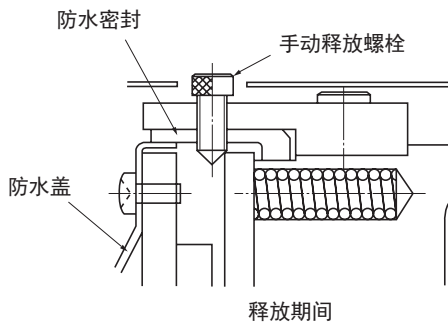

图 41
- (1) 松开互成对角线的手动释放螺栓并取走安全垫圈。然后使用六角扳手拧紧螺栓以释放制动器。小心不要过度拧紧制动释放螺栓。（在一边拧动制动释放螺栓时，一边查看制动装置是否释放）。（参见图41）